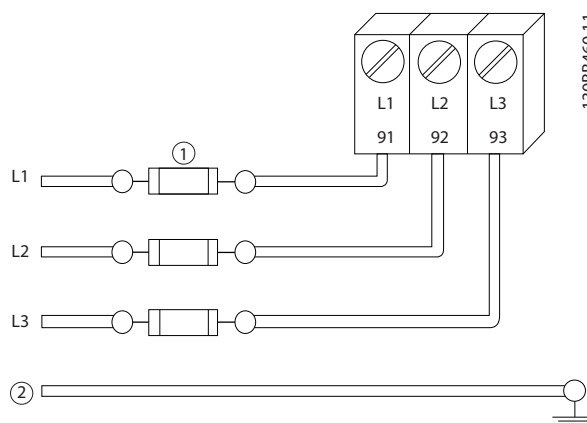

Ilustración 2.6 Fusibles
- Todos los convertidores de frecuencia deben contar con protección contra cortocircuitos y sobreintensidad. Se necesitan fusibles de entrada para proporcionar esta protección. Consulte *Ilustración 2.6*. Si no vienen instalados de fábrica, el instalador debe suministrar los fusibles como parte de la instalación. Consulte los valores nominales máximos de los fusibles en *10.3 Especificaciones del fusible*.